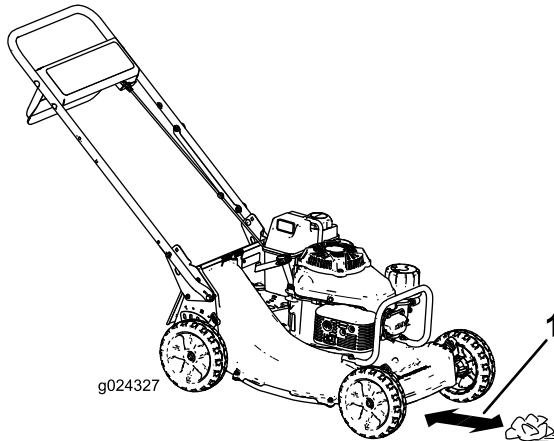

Figura 17
4. Coloque la bola de papel de periódico a unos 13 cm por delante de la máquina (Figura 17).